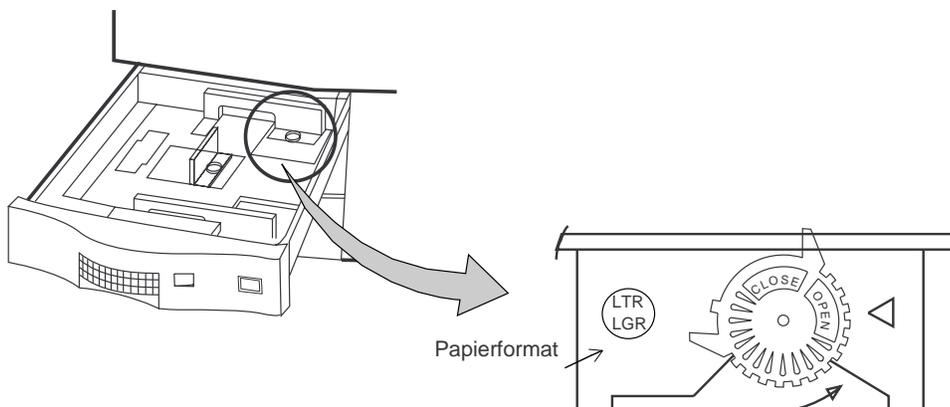

Abbildung 2-62 Arretiervorrichtung
2. Drehen Sie die blaue Arretiervorrichtung an jeder Papierführung gegen den Uhrzeigersinn in die Position OPEN. Siehe Abbildung 2-62.
3. Bringen Sie die Papierführungen an die für das neue Papierformat erforderlichen Positionen. Das Papierformat wird in dem runden Kreis auf der Papierführung angezeigt. Siehe Abbildung 2-62.